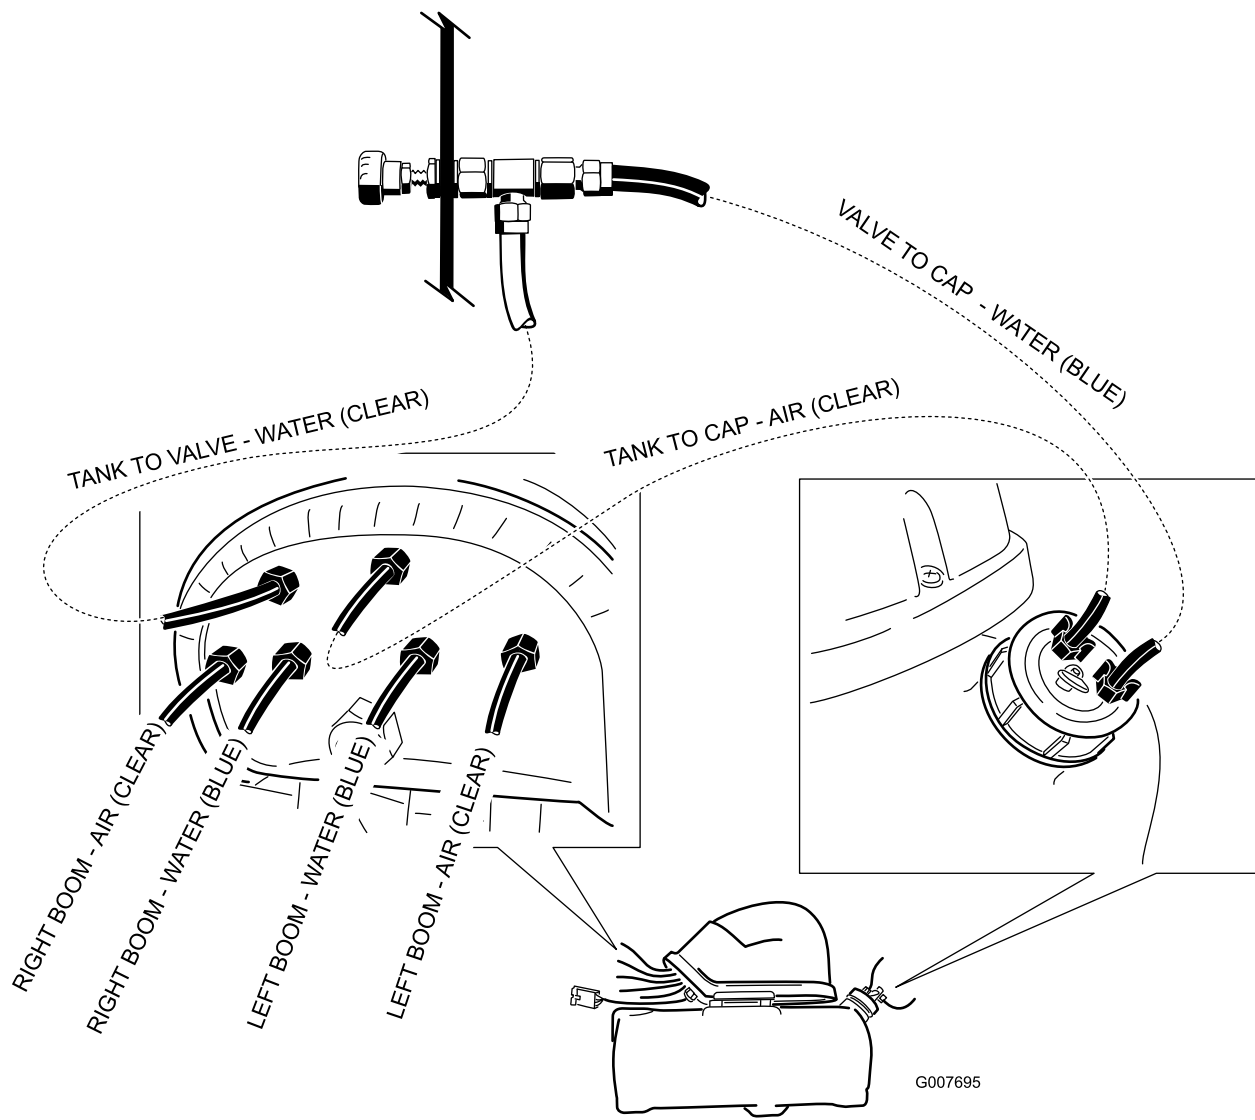

Figura 18
8. O encaminhamento final deve ser como o mostrado em Figura 18.